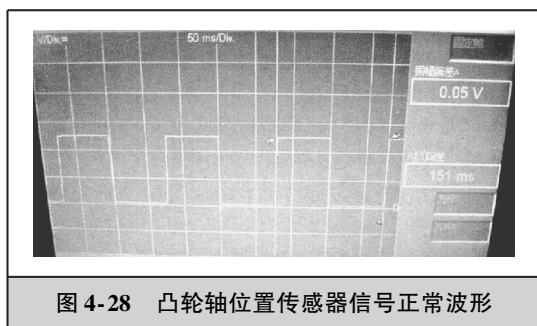

图 4-28 凸轮轴位置传感器信号正常波形
(2) 故障排除 更换发动机控制单元，再次测量上述信号，如图 4-28 所示，波形为周期性方波脉冲信号正常，故障排除。